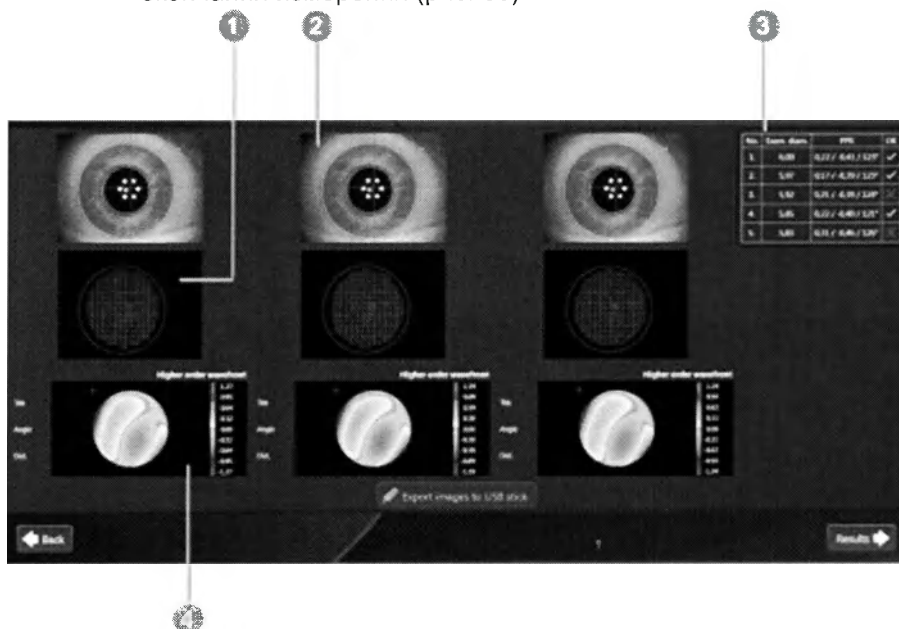

Рис. 86. Необработанные изображения радужной оболочки, полученные на установке ZYWAVE 3
⇒ Выводятся необработанные изображения радужной оболочки, что позволяет пользователю проверить их немедленно после окончания измерения (рис. 86).
1. Щелкните на одно из изображений зрачка (поз. 3 на рис. 86), чтобы увеличить и проверить его.